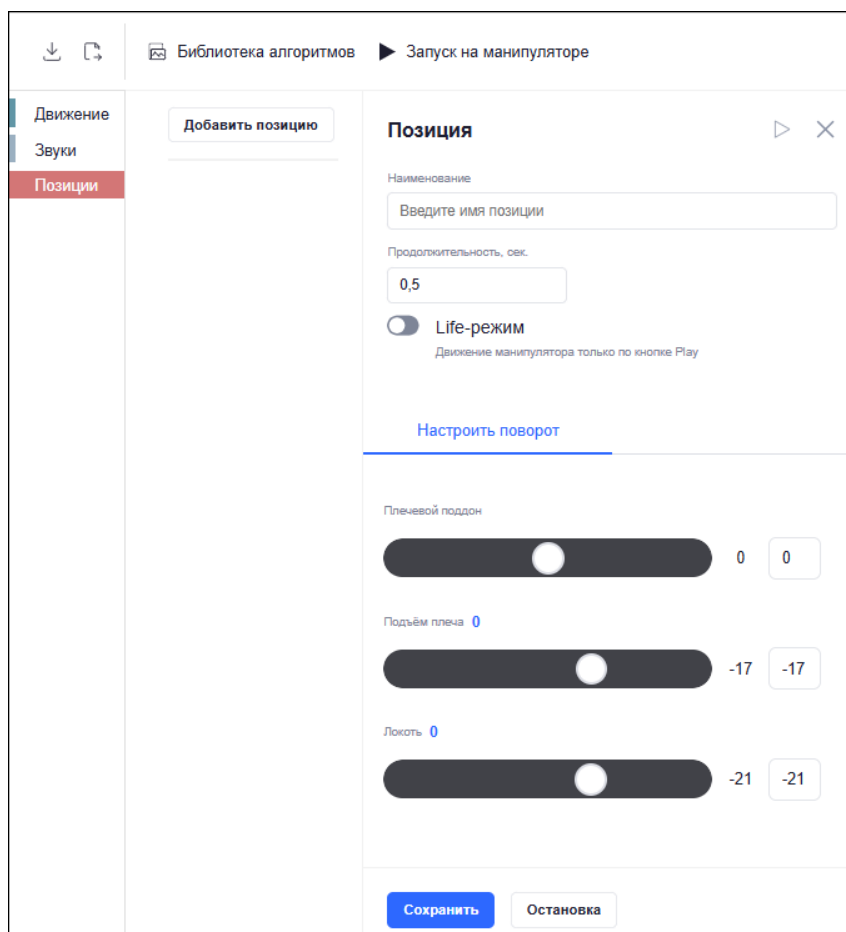

Рисунок 59 – Раздел «Позиции»
- Раздел «Позиции» содержит кнопку «Добавить позицию», при нажатии на которую открывается форма для создания позиции манипулятора. Форма содержит (Рисунок 59):